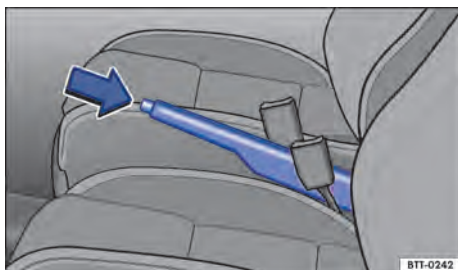

Fig. 105 Entre os bancos dianteiros: alavanca do freio de estacionamento.
- Puxar a alavanca do freio de estacionamento para cima com o botão bloqueador pressionado → Fig. 105 (seta).
- Puxar a alavanca do freio de estacionamento um pouco para cima e pressionar o botão bloqueador → Fig. 105 (seta).